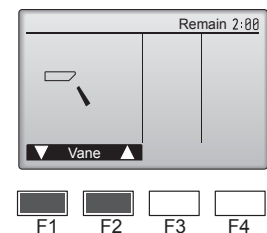

Fig. 7-4
- ② Appuyez sur la touche [CHOIX] pour afficher l'écran de fonctionnement du volet puis appuyez sur les touches [F1] et [F2] pour contrôler le volet automatique. (Fig. 7-4)